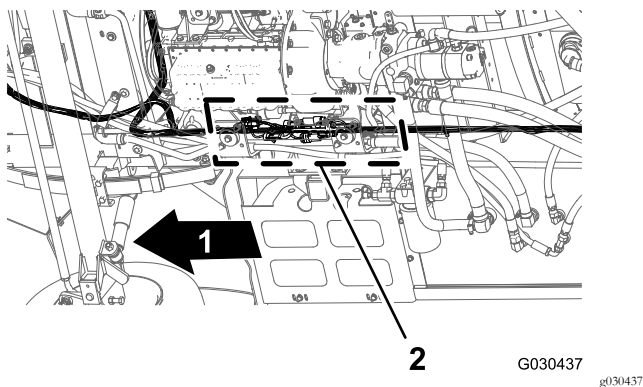

Figura 104
1. Debaixo da máquina, ao lado do tubo da estrutura do lado direito, localize os conectores elétricos para a cablagem dianteira e traseira da máquina (Figura 104).